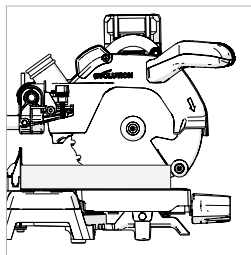

Fig. 40
- Spingere sempre la testa da taglio completamente verso la posizione posteriore durante ogni taglio. (Fig. 40)